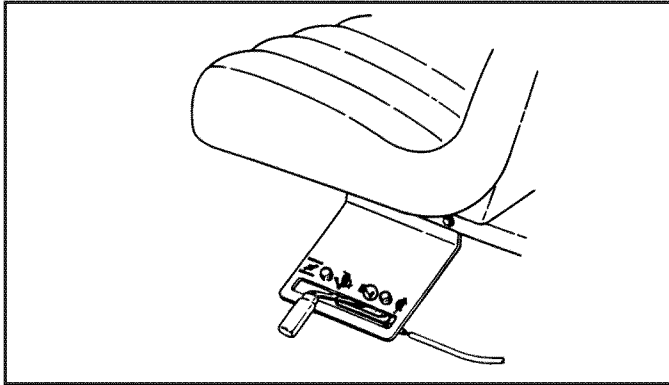

FIGURA 6
5. Ponga la llave de encendido (Figura 6) en la posición de ENCENDIDO hasta que arranque el motor.